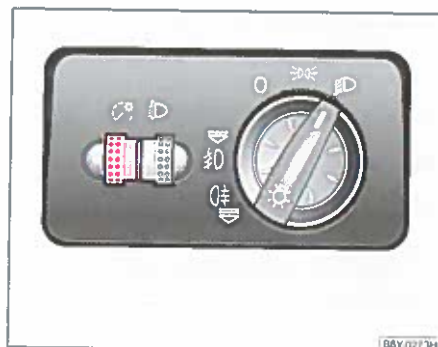

Fig. 33 Instrumentbræt: Instrumentbelysning
- Drej knappen $\Rightarrow$ side 52, fig. 33 til den ønskede instrumentbelysningsintensitet. ■